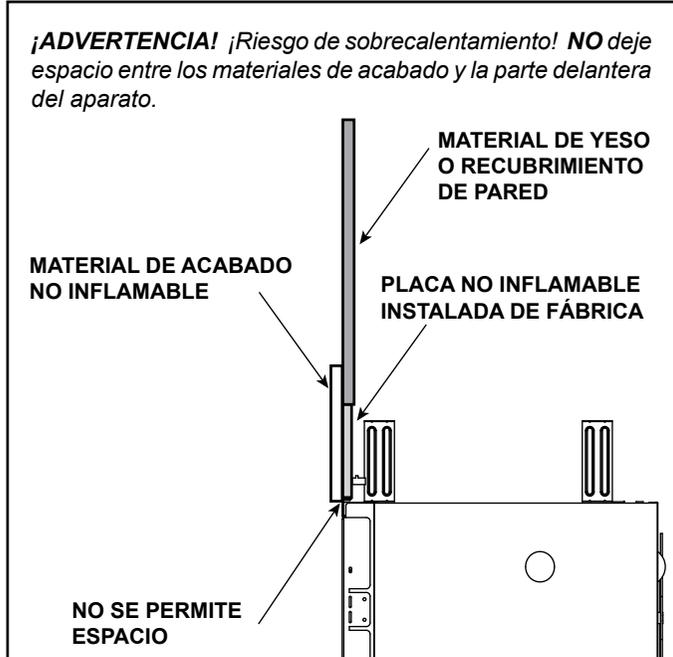

Figura 10.1 Material de acabado instalado
- Selle los espacios entre la pared terminada y la parte superior y los lados del aparato con un sellador de clasificación mínima de 300 °F. Consulte la Figura 10.1 y la Figura 10.2.
- Los materiales de acabado se deben colocar sin espacios para evitar la fuga de calor entre el material de acabado y la pared. Consulte la Figura 10.1.